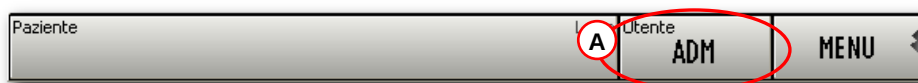
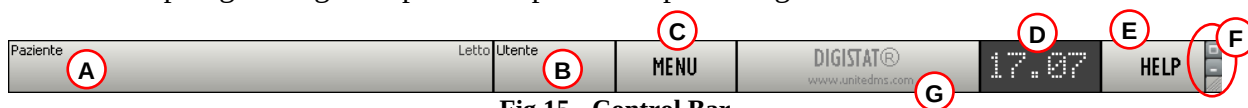
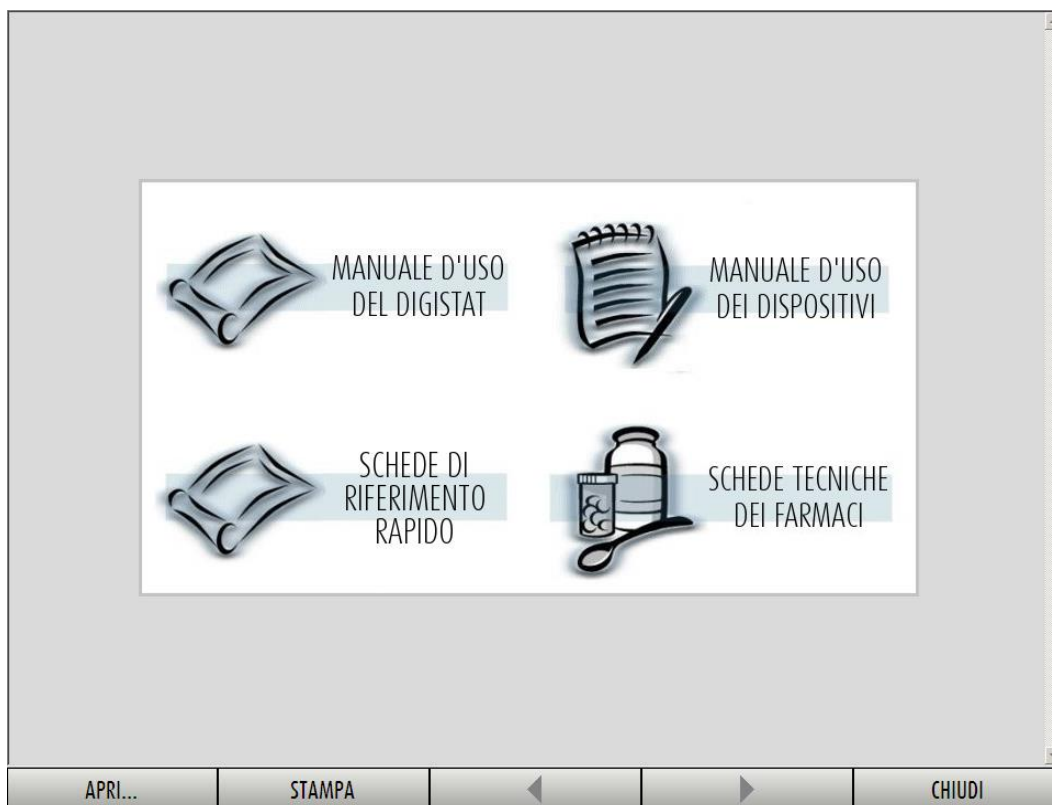

Fig 8 – Utente Connesso
Fig 15 - Control Bar
Fig 23
Una volta effettuato l'accesso una sigla corrispondente all'utente connesso appare sul pulsante **UTENTE** della barra di controllo (la sigla è "ADM" in Fig 8 A).
- Il pulsante **PAZIENTE** (Fig 15 A) riporta, quando un paziente è selezionato, il nome del paziente selezionato. Se il paziente è ammesso il pulsante riporta anche il numero del letto in cui lui/lei si trova.
- Il pulsante **UTENTE** (Fig 15 B) riporta la sigla corrispondente all'utente connesso. Si veda la Fig 8.
- Il pulsante **MENU** (Fig 15 C) permette di aprire il menu principale DIGISTAT® (Fig 16).
- Il display illustrato in Fig 15 **D** mostra alternativamente l'ora e la data correnti.
- Il pulsante **HELP** (Fig 15 **E**) permette di accedere alla documentazione in linea esistente.
- I tre pulsanti evidenziati in Fig 15 **F** permettono di:
- Il pulsante che riporta il nome DIGISTAT® e l'indirizzo web di UMS srl (Fig 15 **G**) viene usato da alcuni moduli per segnalare la presenza di avvertimenti o allarmi nel sistema. Questa funzione è spiegata contestualmente al modulo specifico.
Il pulsante **HELP** su Control Bar (Fig 15 E) permette di accedere alla documentazione disponibile in linea. Dopo aver cliccato il pulsante, si apre la pagina mostrata in Fig 23.